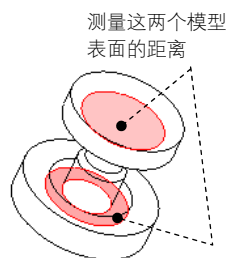

图 5.11.11 测量距离
Step4. 选取图 5.11.11 中的两个模型表面为测量面, 系统即可测出这两个面的距离。单击  按钮, 再单击 “SPING: 可变项” 对话框中的 **确定** 按钮。